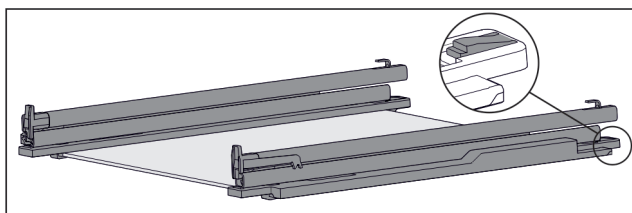

Fig. 52 Glashylla med skenor och fästdelar
- Tryck ned bakre fästdel (se Fig. 52) och skjut samtidigt skena bakåt.